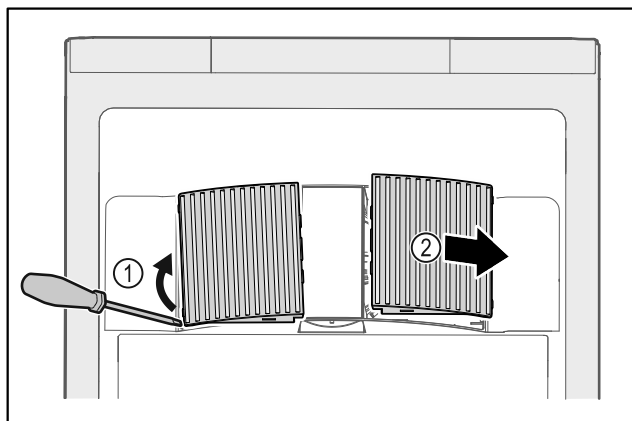

Fig. 201
- Lirk forsigtigt ventilatorafdækningerne ud fra siden Fig. 201 (1), og tag dem af forfra Fig. 201 (2).